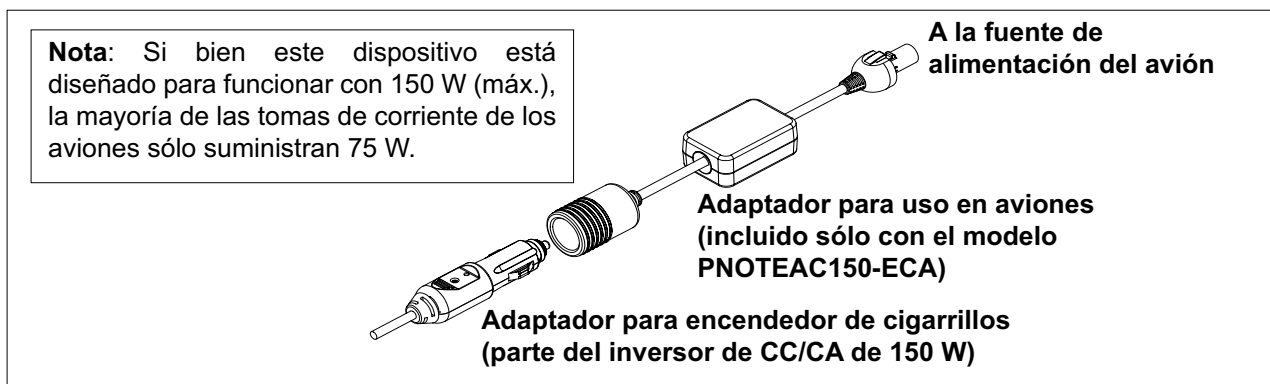

Figura 2. Instalación del adaptador para uso en aviones (sólo en aerolíneas)
Uso en aviones: El inversor PNOTEAC150-ECA incluye un adaptador para uso en aviones. Puede utilizarlo junto con el inversor para proveer energía de CA en aviones equipados con una toma de corriente para uso de los pasajeros. Si el avión está provisto de tomas de corriente, éstas se encuentran en el reposabrazos del asiento, cerca del enchufe para auriculares, o debajo del asiento. Enchufe el adaptador para aviones como se muestra en la Figura 2.
- En un avión, instale el adaptador para uso en aviones en el extremo del adaptador para encendedor, como se muestra en la Figura 2. Luego, inserte el adaptador para uso en aviones en la toma de corriente para uso de los pasajeros.